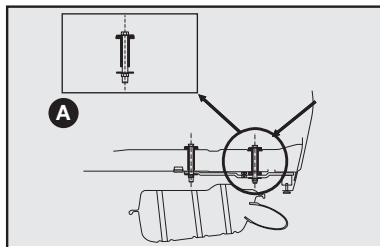

fig. 10
- Efetuar no veículo a furação com Ø (diâmetro) 11 mm traspassando o assoalho posterior (ver detalhe **A-fig. 10**) e a longarina nas marcas esquemáticas indicadas na **fig. 11**.